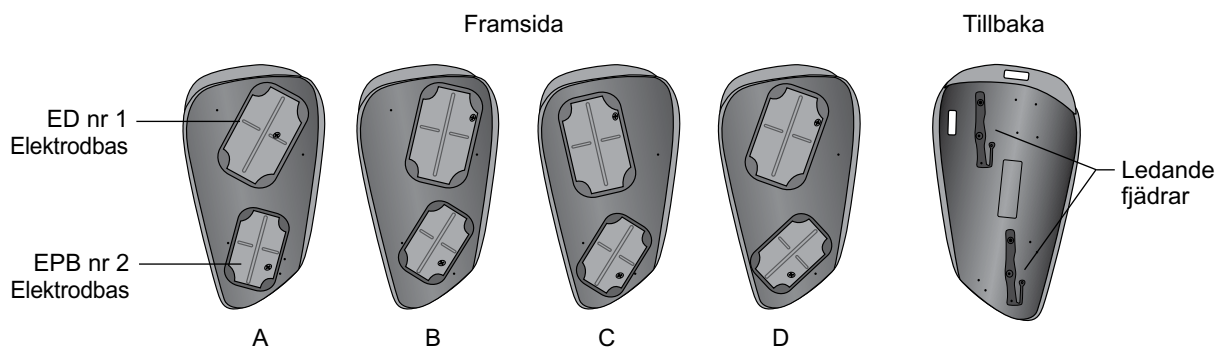

Bild 5-4: Extensorpaneler
Extensorpanelerna finns i modeller för höger (Rt) och vänster (Lt) och med fyra olika konfigurationer för elektrodbaserna: A, B, C och D. Se bild 5-4.
Varje extensorpanel har två elektrodbaser (Extensor digitorum (ED) nr 1 och Pollicis brevis (EPB) nr 2) på ena sidan och två ledande fjädrar på andra sidan. Se bild 5-4. De ledande fjädrarna ger elektrisk kontakt med elektrodbaserna nr 1 och nr 2 på ortosen.